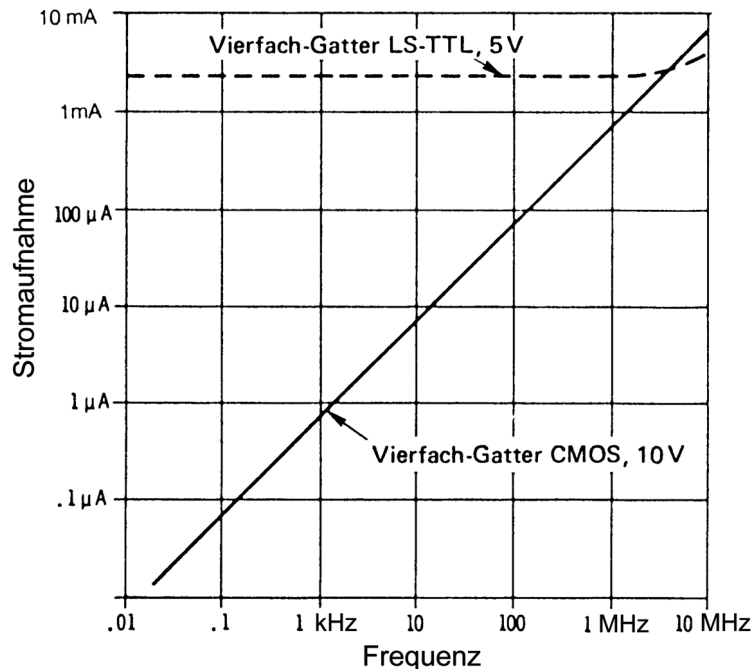

Abbildung 3.11 Stromaufnahme eines CMOS-Schaltkreises (hier: der 4000er Reihe) in Abhängigkeit von der Arbeitsfrequenz
- der Strombedarf steigt direkt mit wachsender Betriebsfrequenz (Abbildung 3.11),